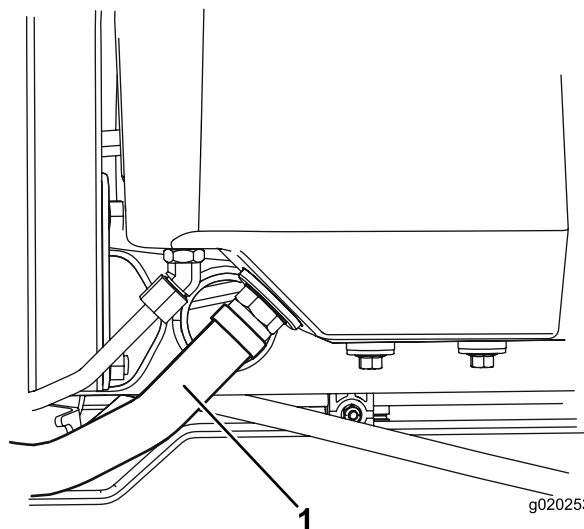

図 92
- タンクから大きい油圧オイルホース図 92 を外し、流れ出すオイルを容器に受ける。